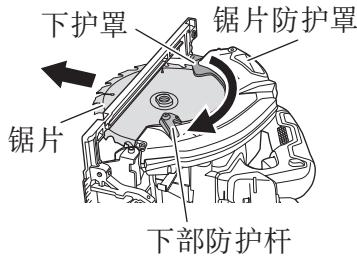

图14
(2) 握住下部防护杆以使下部防护罩完全缩回到锯盖内，拆下锯片（图14）。
下护罩（参见图14）可保护作业人员的身体不接触到锯片。请务必确保防护罩能顺畅地覆盖住锯片。如果下护罩无法顺畅移动，请在维修后使用。此种情况下，请联系您购买电圆锯的店铺或HiKOKI授权服务中心进行维修。